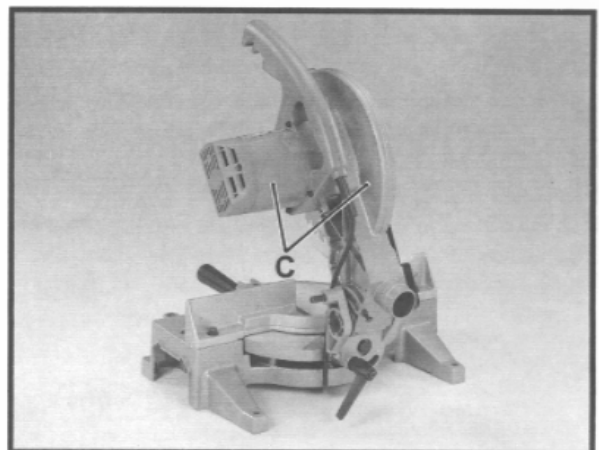

Fig. 7
2. Die Sägekopf (C) nach oben schwenken wie in Fig. 7 gezeigt.